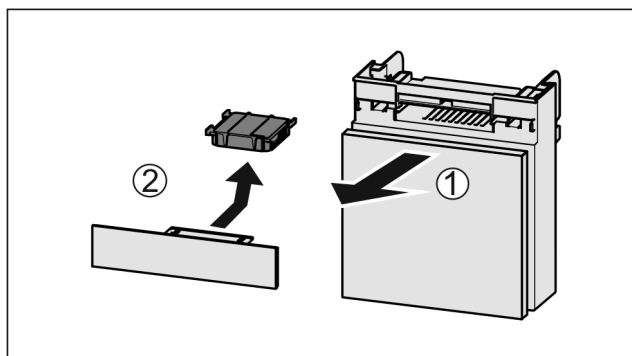

Fig. 182
- Tërhiqni kutinë nga përpara Fig. 182 (1).
- Hiqni filtrin me karbon aktiv Fig. 182 (2).